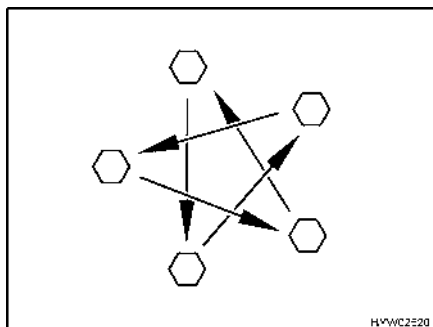

Fig. 189 Serrer en croix les écrous ou les boulons de roue
- Vérifier régulièrement le serrage des écrous ou des boulons de roues. Resserrer alternativement et en croix (Fig. 189) tous les écrous ou les boulons de roue 50 km après le changement d'une roue.
- ▷ Serrer en croix les écrous ou les boulons de roue (Fig. 189). Couple de serrage, voir paragraphe 14.5.2.